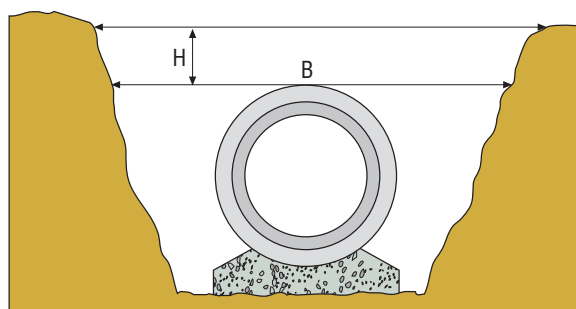

Fig. 62
- larghezza (B) è la misura della larghezza dello scavo presa sul piano orizzontale tangente alla generatrice superiore (estradosso) della sommità esterna del tubo.
- l'altezza di rinterro (H) è la misura della distanza verticale tra il piano orizzontale tangente alla generatrice superiore della superficie esterna del tubo e il piano di campagna (fig. 62 - 63).